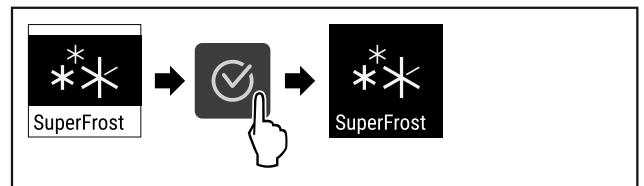

Fig. 93
- ▶ Efectuați pașii de acțiune (vezi Fig. 93).